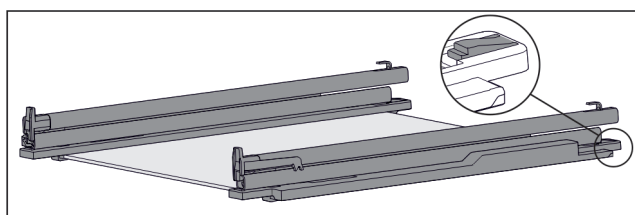

Fig. 133 Tablette en verre avec rails et pièces de retenue
- ▶ Pousser l'arrière de la pièce de retenue vers le bas (voir Fig. 133) et pousser dans le même temps le tiroir vers l'arrière.